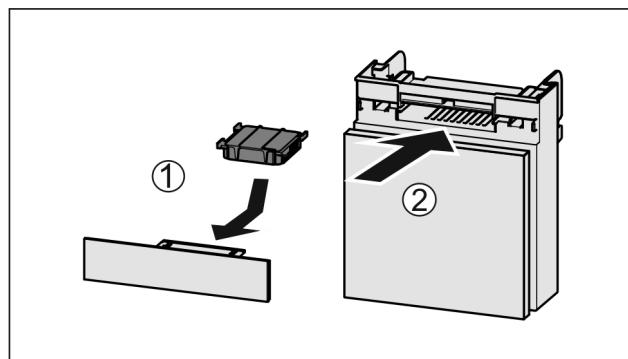

Fig. 119
- Filtr s aktivním uhlím vložte podle vyobrazení Fig. 119 (1).
- Zásuvku zasuňte Fig. 119 (2).